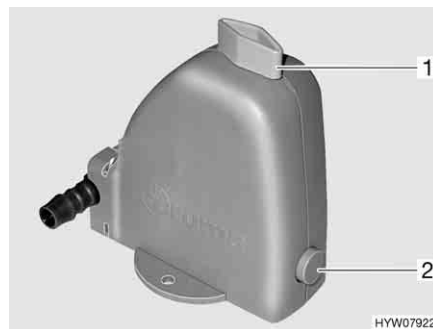

Fig. 160 Valvola di sicurezza/di scarico del boiler
Il boiler è dotato di una valvola di sicurezza/di scarico (Fig. 160). La valvola di sicurezza/di scarico impedisce che l'acqua congeli nel boiler in presenza di basse temperature esterne, quando il riscaldamento dell'autocaravan non è acceso.
- Chiudere la valvola di sicurezza/di scarico. A tal fine ruotare la manopola (Fig. 160,1) verticalmente rispetto alla valvola di sicurezza/di scarico e premere verso l'interno il bottone automatico (Fig. 160,2).
- Aprire la valvola di sicurezza/di scarico. A tal fine ruotare la manopola (Fig. 160,1) nel senso della lunghezza della valvola di sicurezza/di scarico. Il bottone automatico (Fig. 160,2) scatta all'infuori. Il boiler viene svuotato verso l'esterno tramite la valvola di sicurezza/di scarico.